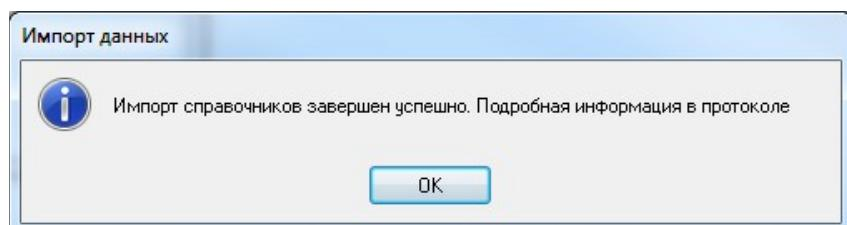

Рисунок 256: Пример сообщения в окне "Импорт данных"
4.2 По окончании выполнения процедуры импорта справочников, на экран будет выдано соответствующее сообщение в окне «**Импорт данных**» (рис. 256).